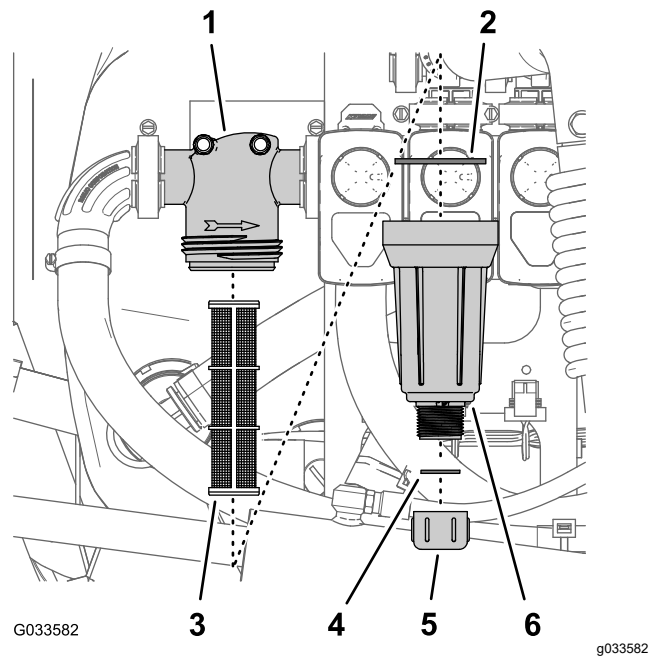

Figure 96
2. Placez un bac de vidange sous le filtre de pression (Figure 96).
3. Tournez le bouchon de vidange dans le sens antihoraire et déposez-le de la cuvette du filtre de pression (Figure 96).
4. Tournez la cuvette dans le sens antihoraire et déposez la tête du filtre (Figure 96).
5. Retirez l'élément du filtre de pression (Figure 96).
7. Contrôlez l'état et l'usure du joint du bouchon de vidange (à l'intérieur de la cuvette) et du joint de la cuvette (à l'intérieur de la tête du filtre) (Figure 96).
8. Placez l'élément dans la tête du filtre de pression (Figure 96).
9. Vissez la cuvette sur la tête du filtre à la main (Figure 96).
10. Vissez le bouchon de vidange sur le raccord au fond de la cuvette et serrez-le à la main (Figure 96).